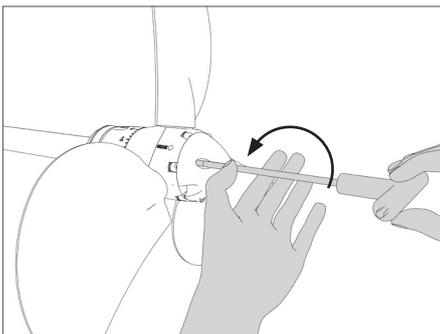

ABB. 31 | Herausdrehen der Schrauben der Propellerspitze
- Entfernen Sie die Propellerspitze **C**, indem Sie die Edelstahlschrauben lösen **D** (Abb. 31 - 32 - 33).